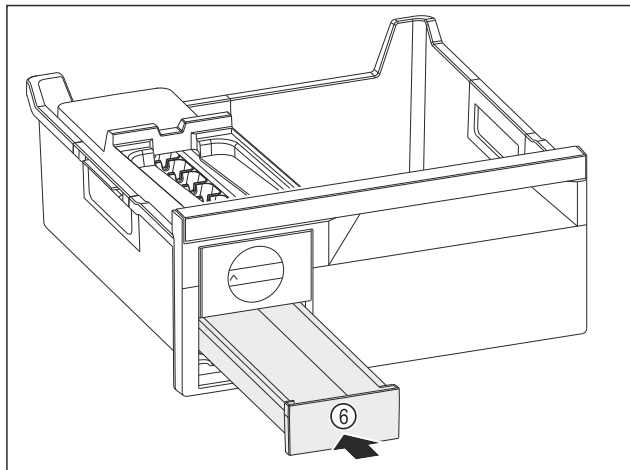

Fig. 182
- ▶ Tolja be a jégkockafiókot Fig. 182 (6).